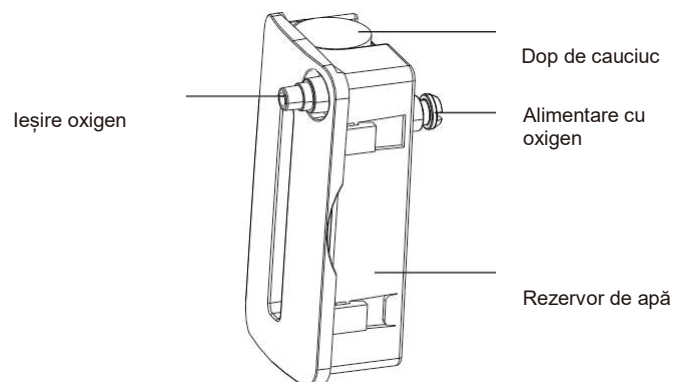

Figura 7: Componentele umidificatorului
- supapă la ieșirea umidificatorului în direcția și poziția prezentată în Figura 7. Conectați canula nazală la extintoa a valvei și pune celălalt capăt pe pacient și poți începe să inhalezi oxigen.